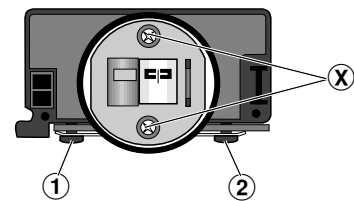

Fig. 29
- 2 Schrauben ⑯ herausdrehen und den Tonkopf herausnehmen (Fig. 29).
- Die Kopfschrauben ⑰ und ⑱ dienen der Kopfspaltsenkrechtstellung (Azimut) und dürfen nicht festgedreht werden. Kopfspaltsenkrechtstellung siehe unter **Einstellungen**.
- Undo 2 screws ⑯ and remove the sound head (Fig. 29).
- The head screws ⑰ and ⑱ are provided for adjusting the head gap (azimuth) and must not be tightened completely. Adjustment of the head gap, see **Adjustments**.